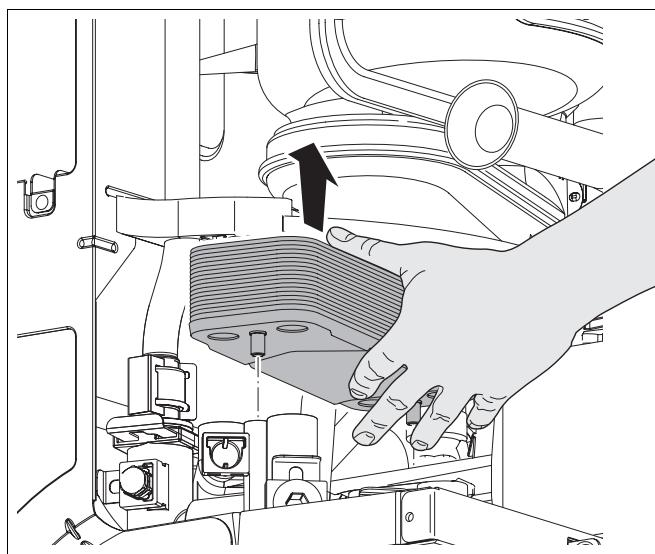

Рис. 50 Замена пластинчатого теплообменника
- Замена пластинчатого теплообменника (рис. 50).